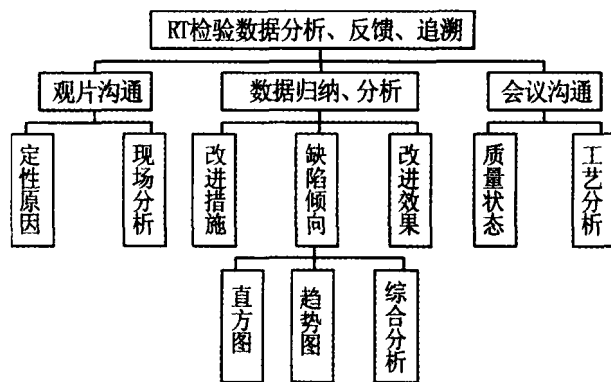

图 3
3.3 定期(每周)就质量主管、工艺主管举行 NDT 检测沟通会,会议中采取互动形式分析、交流铸件质量状况及当前检验所发现的问题,就缺陷成因、工艺改进措施进行共同探讨分析,就工艺员提出的检测验证要求制定 RT 检测方案,设计 RT 检测工艺,最大力度、最有效的检出缺陷,便于铸造工艺改进参数分析,直至问题关闭。目的就是让相关主管准确、快速的知晓产品的质量,并促使其第一时间正确的制定出生产量次、改进工艺措施,杜绝造成盲目生产、批量事故。例如羊巴赫机架两侧长油管,因该位置结构繁杂、热结部位聚集,其它 NDT 方法无法实效检测、定性此部位缺陷,利用 RT 技术加以综合制定可行性检测方案,进行异速胶片复透方案(利用胶片宽容度、加速器宽容度等通过一次最佳参数曝光,将众多不同厚度区域全部呈现在两张胶片上),最终扭转了该风险部位不可检、不可控的局面,使缺陷实质性呈现出来,基于此进行工艺分析、改进,再次验证、改进,最终解决了该部位严重的热结、缩孔问题。整体结构程序形式如图 3。